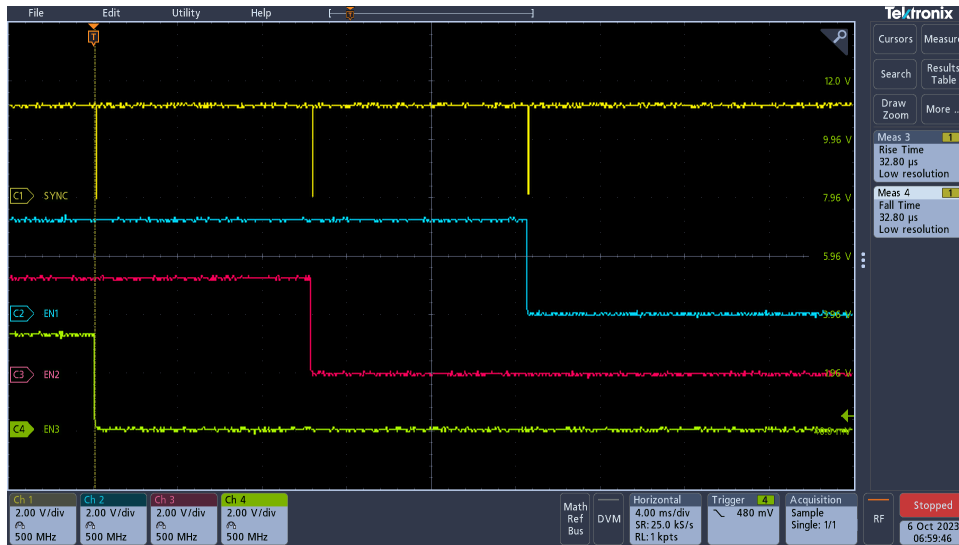

图 4-6. 具有同步的断电序列
- 图 4-6 展示了断电序列中前三个使能信号的正确操作以及来自 TPS389006 的相应同步脉冲。